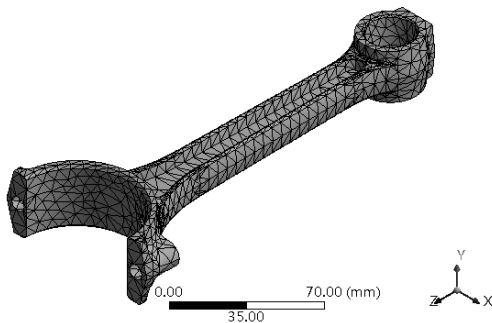

图 16-21 网格效果
Step2 :在 Outline (分析树)中的 Mesh 选项上单击鼠标右键 ,在弹出的快捷菜单中选择 Generate Mesh 命令 ,此时会弹出进度显示条 ,表示网格正在划分 ,当网格划分完成后 ,进度条自动消失。最终的网格效果如图 16-21 所示。